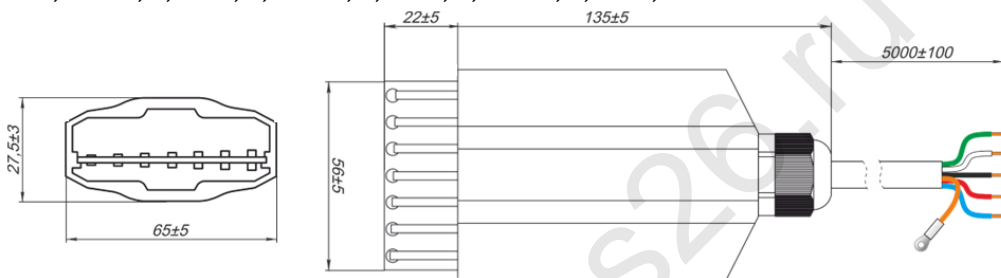

Рисунок 1
4.1 Конструктивно Сенсор состоит из корпуса с активными элементами индикации (рис. 1), в котором размещена печатная плата с электронными компонентами для анализа состояния элементов индикации, формирования сигнала обмена по протоколу ModBus и соединительного кабеля для передачи данных на внешнее устройство. Элементы индикации защищены колпачком, который необходимо снять перед вводом Сенсора в эксплуатацию.